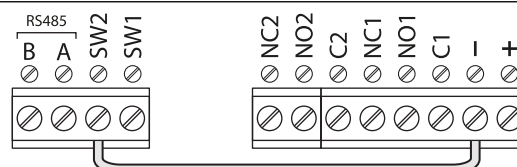

Fig. 11
- Court-circuiter les bornes- et **SW2**, voir la **Fig.11**, page 18.
- Débrancher d'abord l'alimentation du clavier **Art.4903**, puis court-circuiter les bornes - et **SW2** (**Fig.11**, page 18) .
2. Court-circuiter les bornes- et **SW2**, voir **Fig.11**.